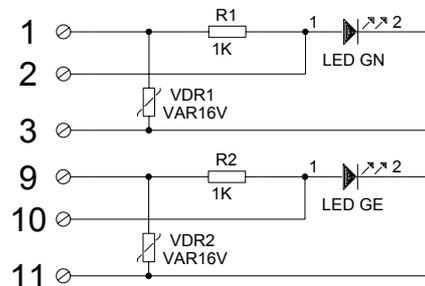

Bild 11: Interne Verdrahtung der Schlüsselschalter-LED
3. Entfernen Sie den nicht benötigten Sabotage-widerstand bzw. die Drahtbrücke gemäß Bild 11, 13 oder 14.
9. Ziehen Sie die Federleisten ab. Der elektrische Anschluss des Schlüsselschalters/VdS an die Funk-Alarmzentrale/VdS, das Funk-Türmodul und das Funk-Türmodul Dialog/VdS erfolgt gemäß Bild 11, 13 und 14 (siehe nächste Seiten). Löten Sie die Leitungsenden an die Federleiste an.